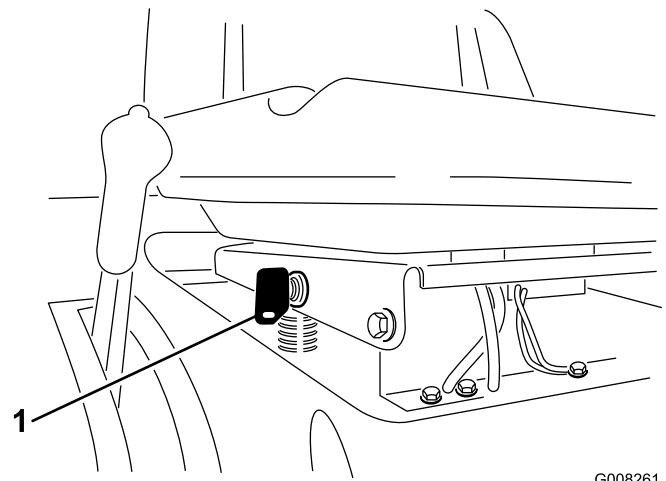

Bild 14
Wenn Sie im Rückwärtsgang die Messer (ZWA) benötigen, können Sie diesen Sicherheitsschalter mit dem KeyChoice-Schalter, der sich in der Nähe der Sitzhalterung befindet, deaktivieren (Bild 14).
2. Stecken Sie den KeyChoice – Schlüssel in das Zündschloss (Bild 14).